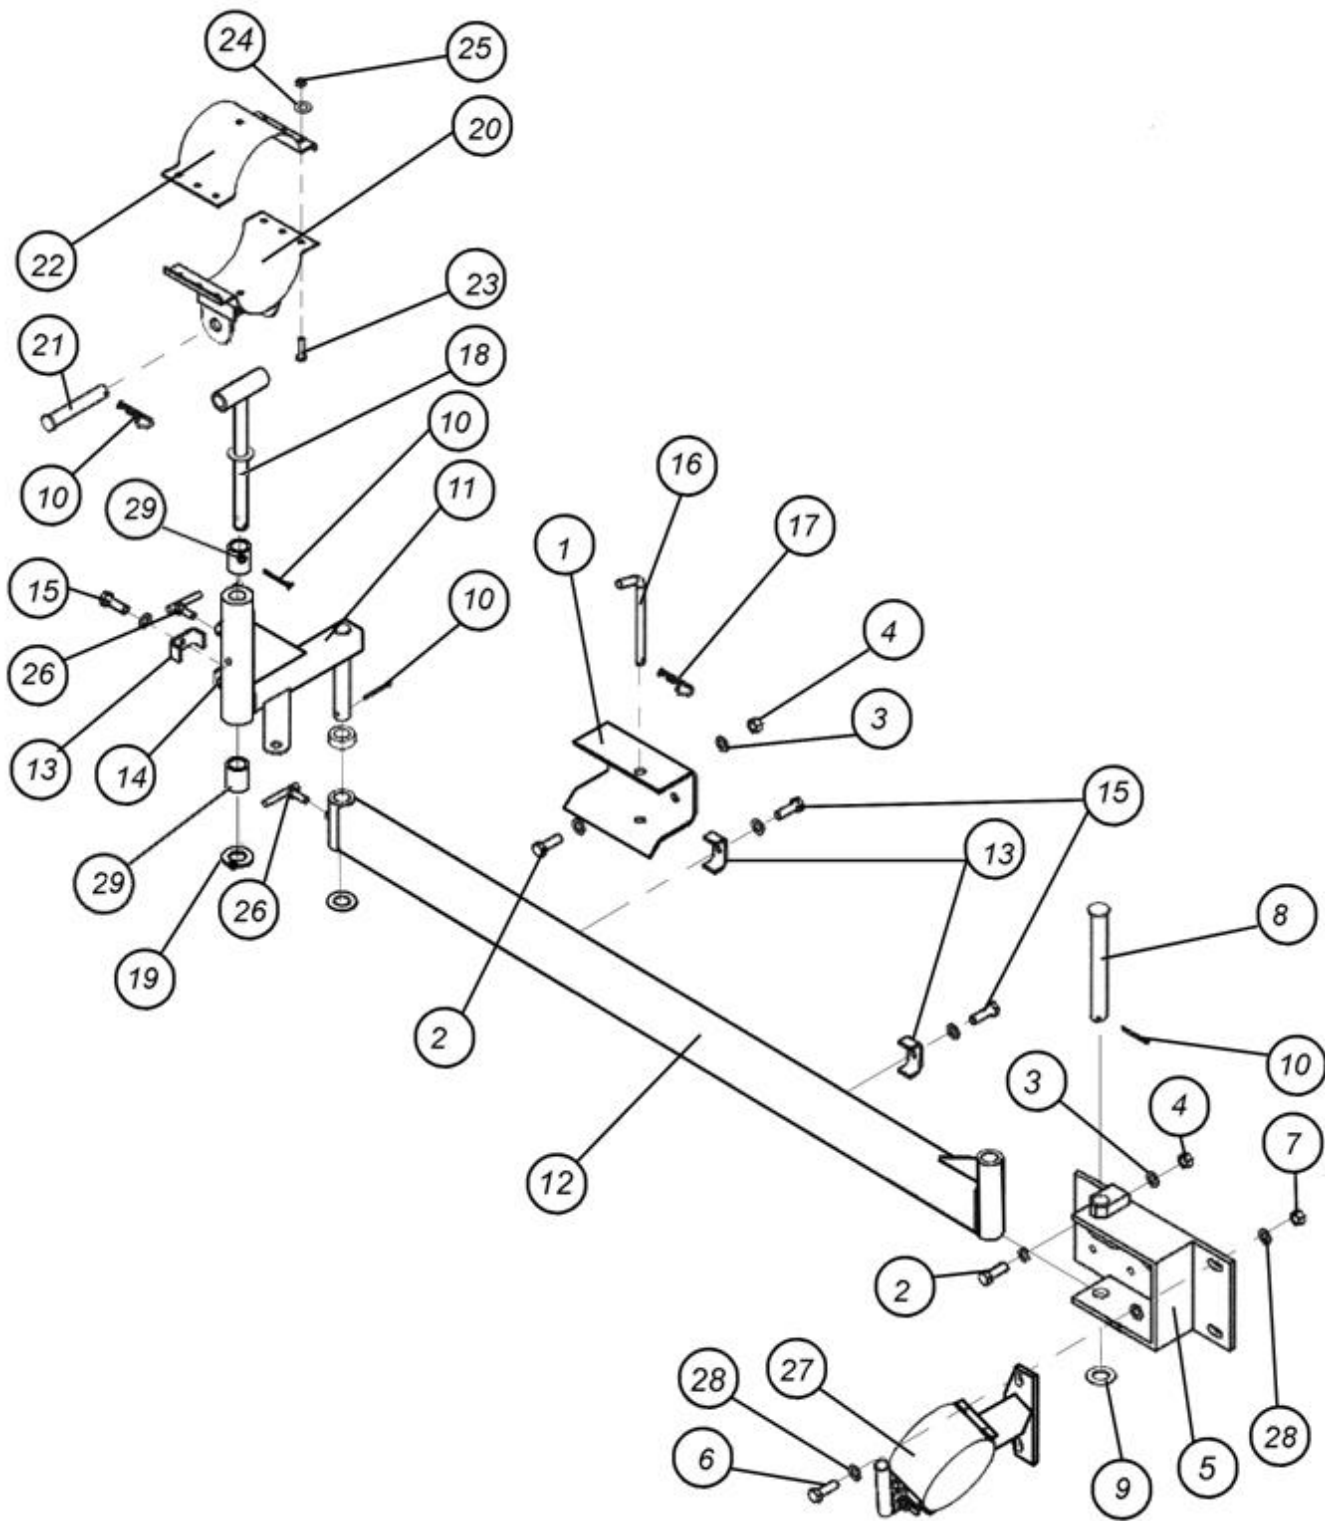

Рис. 7.2.16.2. Манипулятор шнека
7.2.16.3. Манипулятор шнека Ø224 (бункер V=10м³) (рис. 7.2.16.3)